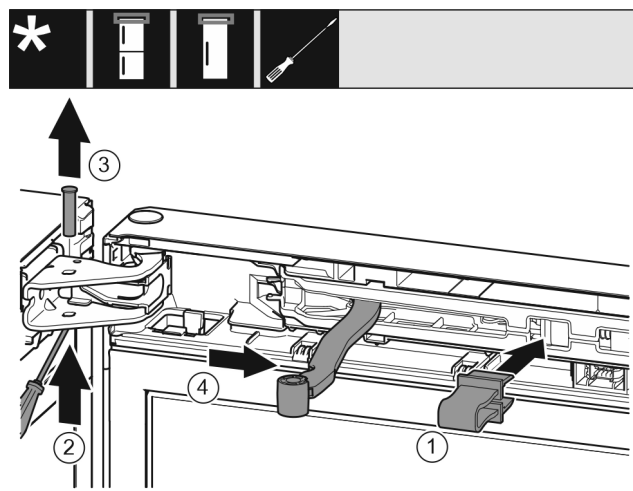

Fig. 13
- Зафиксируйте предохранитель Fig. 13 (1) в отверстии.
- Выкрутите палец Fig. 13 (2).
- Извлеките палец Fig. 13 (3) движением вверх.
- Поверните шарнир Fig. 13 (4) в направлении двери.